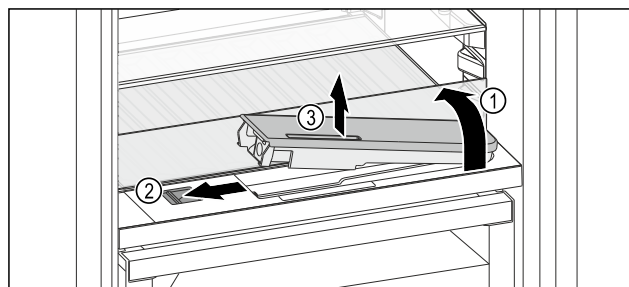

Fig. 172
- Skleněnou desku nadzvedněte a zaklapněte dozadu až na doraz Fig. 172 (1).
- Posuvník Fig. 172 (2) posuňte doleva.
- Vyjměte nádržku na vodu Fig. 172 (3).